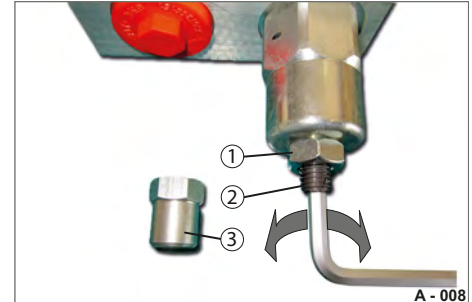

Abb. 10 Einstelleinheit bedienen
- ▶ Schrauben Sie die Schutzmutter (Abb. 10/3) ab.
- ▶ Lösen Sie die Kontermutter (Abb. 10/1).
- ▶ Lösen Sie die Einstellschraube (Abb. 10/2) - nach links drehen.